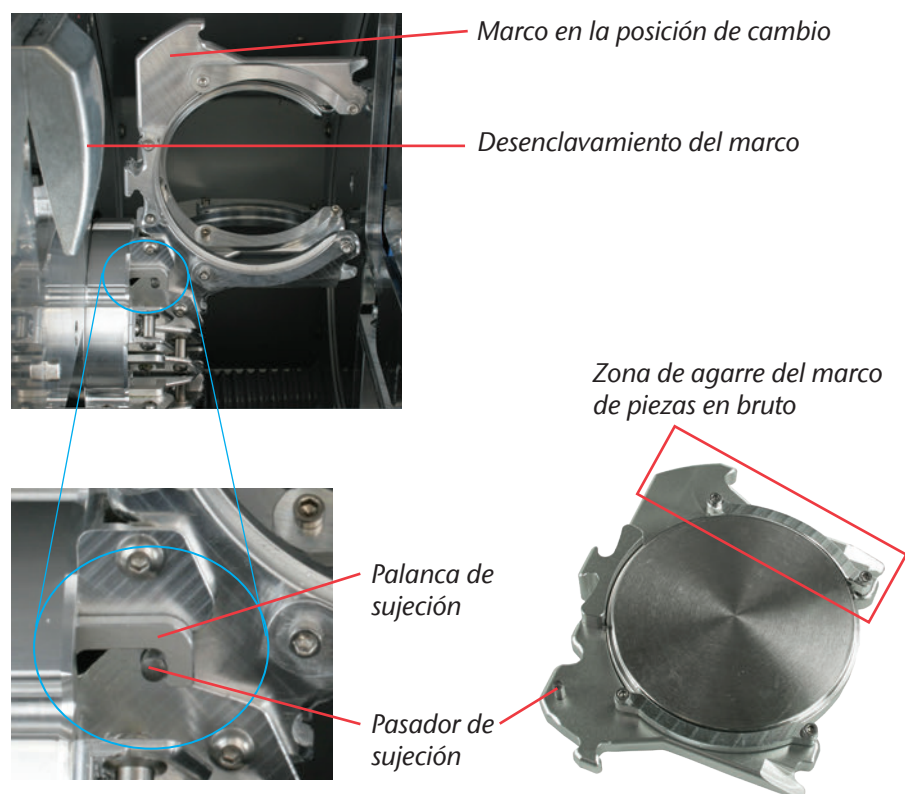

FIGURA 7: EQUIPAMIENTO DEL ALMACÉN DE PIEZAS EN BRUTO
- M3.** Sostenga el marco de piezas en bruto por la zona de agarre frente al pasador de sujeción (véase la figura 7, parte inferior derecha).